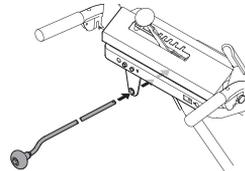

Figure 16
4. Insérez la tige de commande dans le support à l'arrière du tableau de commande. Voir Figure 16.